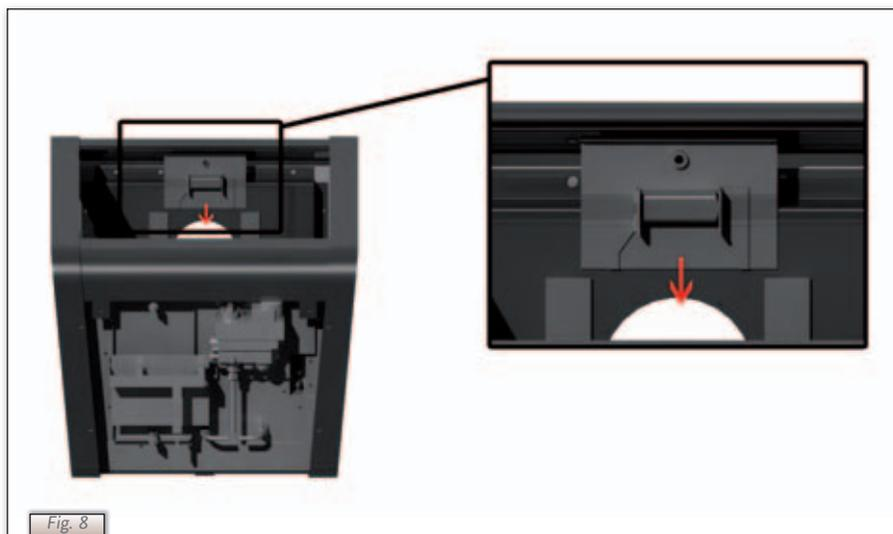

Fig. 8
- ▣ Inserire il registro di restrizione. (vedi Fig. 8).